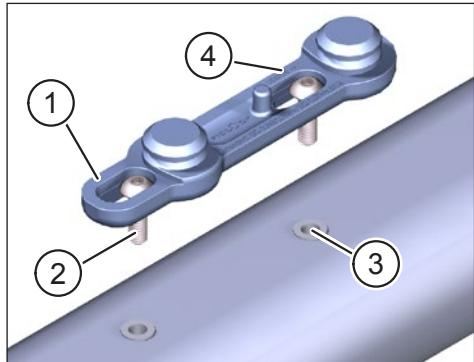

Abb. 1: FIDLOCK® Bike Base am E-Bike befestigen
- ▶ Befestigen Sie die FIDLOCK® Bike Base (Pos. 1 in Abb. 1) mit den beiden Linsenkopfschrauben (Pos. 2 in Abb. 1) in den dafür vorgesehenen Bohrungen (Pos. 3 in Abb. 1, Vorgaben des Fahrradherstellers beachten) im E-Bike-Rahmen.